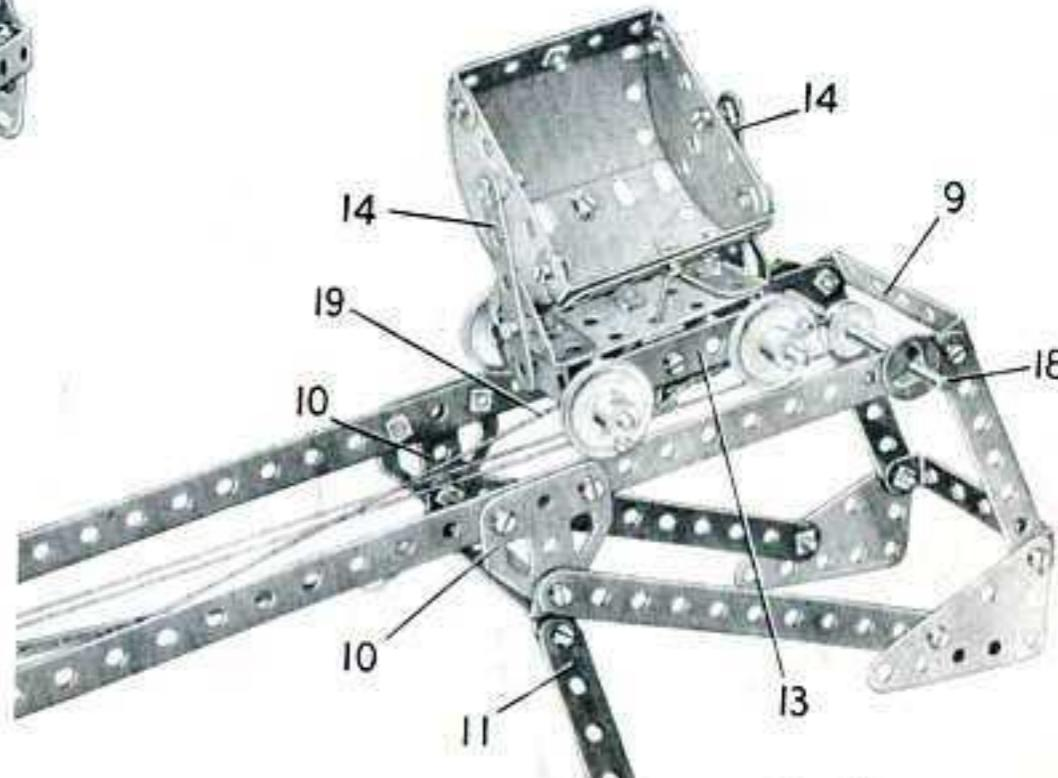

Fig. 4.34b
Une plaque à rebords de 6 x 4 cm. sert de base au chariot basculant. Une bande de 5 trous (13) est fixée de chaque côté par une bande coudeée de 38 x 12 mm. (fig. 4.34b). Les bandes de 5 trous servent de support à deux triangles de 9 cm. qui portent des poulies de 25 mm. Les extrémités de la benne sont des plaques semi-circulaires réunies par deux bandes coudeées de 60 x 12 mm. Les deux plaques cintrées de 43 mm. de rayon qui forment le fond et les côtés de la benne sont boulonnées sur les bandes coudeées. La benne pivote sur les bandes de 5 trous (14) par l'intermédiaire de boulons de 9,5 mm. munis de contre-écrous. Les bandes (14) sont montées sur des embases triangulées coudeées boulonnées sur la plaque à rebords de 6 x 4 cm. Le déplacement du chariot est commandé par une manivelle qui porte une poulie de 25 mm. (15) (fig. 4.34a). Cette poulie est reliée par une corde à une poulie de 75 mm. fixée sur une triangle de 10 cm. (16). Une corde attachée à une chape boulonnée sous le chariot passe autour d'une seconde-poulie de 75 mm. montée sur la triangle (16); elle passe ensuite sous la triangle (17), autour d'une poulie de 12 mm. montée sur la triangle (15) et est enfin attachée à une courroie de transmission de 65 mm. Cette dernière est fixée sur la chape. La corde (19) (fig. 4.34b) commande le déchargement du chariot. Cette corde est attachée à une bande coudeée (20) et passe dans un trou de la base du chariot. Elle est reliée à l'un des côtés de la benne. La longueur de cette corde doit être ajustée de façon que la benne bascule quand le chariot atteint l'extrémité des rails.